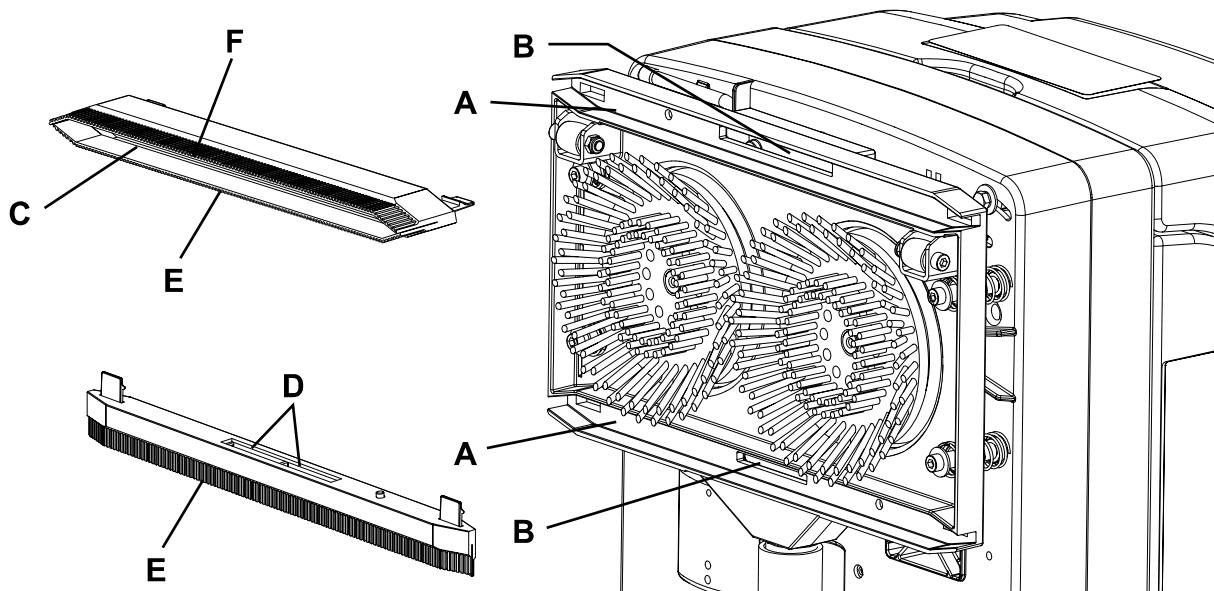

Figure 2
2. Vérifier que le câble d'alimentation (10) est branché au réseau électrique.
3. Pour avoir accès à la tête porte-brosses / embouchures, soulever la machine en utilisant le guidon (2).
4. Retirer les embouchures de la tête en appuyant sur les pinces d'accrochage (27).
5. Contrôler la tête porte-brosses/embouchures (9) et le nettoyer, ôter notamment les saleté et les détritus des compartiments de transport (A, Fig. 2) et l'orifice d'aspiration (B).
6. Laver et nettoyer l'embouchure. Nettoyer en particulier les compartiments de convoyage (C) et l'orifice d'aspiration (D) de la saleté et des déchets.
7. Contrôler que la lamelle (E) et la lamelle (F) soient en parfait état et ne présentent aucune coupure ou laceration, sans quoi remplacer l'embouchure.